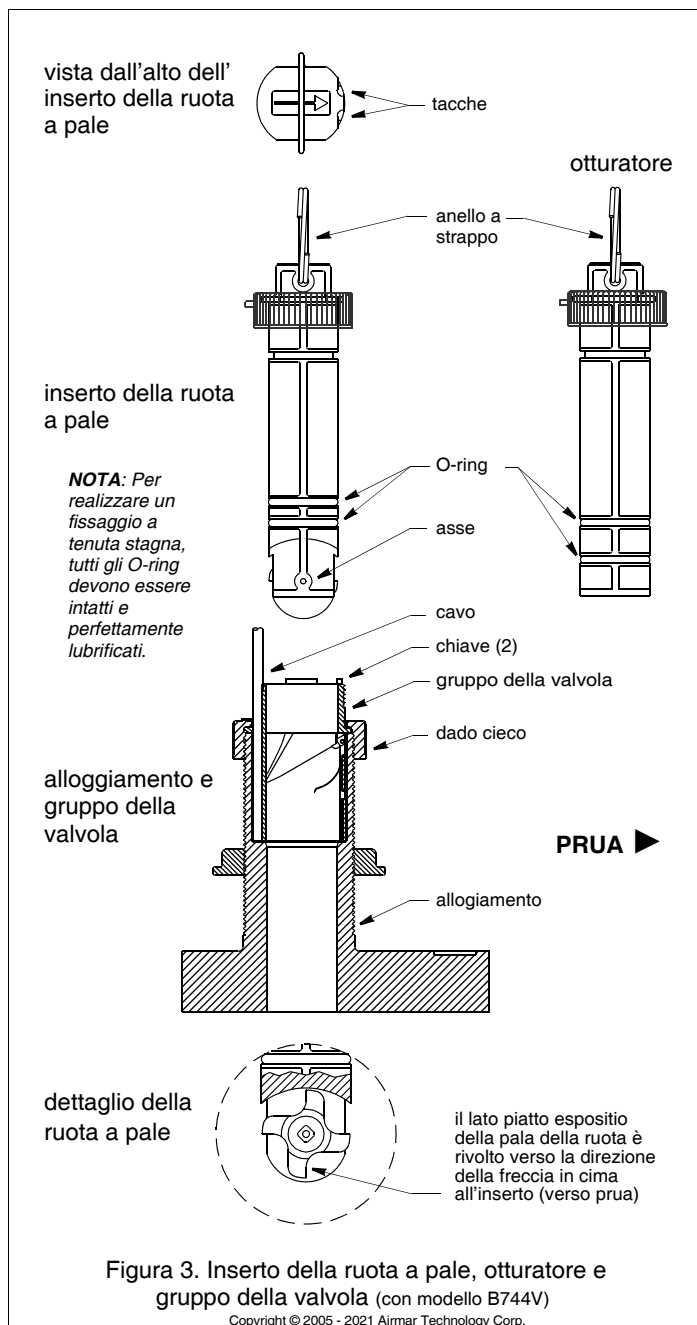

Figura 3. Inserto della ruota a pale, otturatore e gruppo della valvola (con modello B744V)
1. Dopo l'asciugatura del sigillante, ispezionate gli O-ring sull'inserto della ruota a pale (sostituendoli se necessario) e lubrificateli con il lubrificante al silicone fornito (Figura 3). Per realizzare un fissaggio a tenuta stagna, gli O-ring devono essere intatti e perfettamente lubrificati.
Nel multisensore è incorporata una valvola con arresto automatico, che riduce al minimo il flusso dell'acqua nell'imbarcazione quando l'inserto della ruota a pale viene rimosso (Figura 3). La valvola curva a cerniera è attivata da una molla e dalla pressione dell'acqua. L'acqua spinge la valvola a cerniera verso l'alto per bloccare l'apertura, in modo da evitare che entri acqua nell'imbarcazione.
4. Fate scivolare l'otturatore nell'alloggiamento. Collocatelo in posizione spingendo e ruotando fino a quando le chiavi si inseriscono nelle tacche (Figura 3). Avvitare il dado dell'inserto in posizione e stringete esclusivamente **a mano**. Non stringete in modo eccessivo.
3. Separate l'inserto della ruota a pale dal gruppo della valvola svitando il dado dell'inserto (Figura 3). Afferrate l'anello a strappo e tirate lentamente verso l'alto.
5. Per reinstallare il gruppo della valvola, ispezionate gli O-ring sull'inserto della ruota a pale (sostituendoli se necessario) e lubrificateli con un lubrificante al silicone o al petrolio (Figura 3). Per realizzare un fissaggio a tenuta stagna, gli O-ring devono essere intatti e perfettamente lubrificati.
1. Utilizzando il nuovo asse della ruota a pale, spingete fuori il vecchio asse per circa 6mm (1/4"). Rimuovete il vecchio asse utilizzando le pinze (Figura 3).